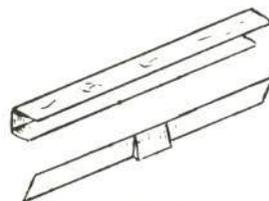

Fig. 3
- *Traviesa anterior y su refuerzo* (fig. 3). La traviesa va soldada con diez puntos, a las puntas del chasis derecho e izquierdo y con cinco puntos a cada pase de rueda. El refuerzo va soldado con cuatro puntos a cada pase de rueda y con veintiocho puntos a la traviesa en la parte superior y otros veintiocho puntos en la inferior.